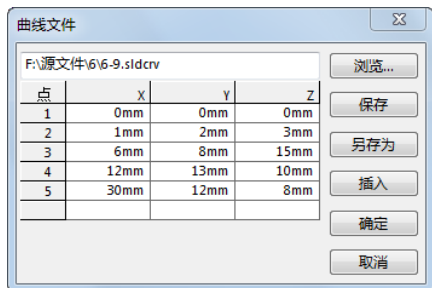

图 6-43 插入的文件及其预览效果
**03** 编辑坐标。插入文件后，文件名称显示在“曲线文件”对话框中，并且在视图区域中可以预览显示效果，如图 6-43 所示。双击其中的坐标可以修改坐标值，直到满意为止。